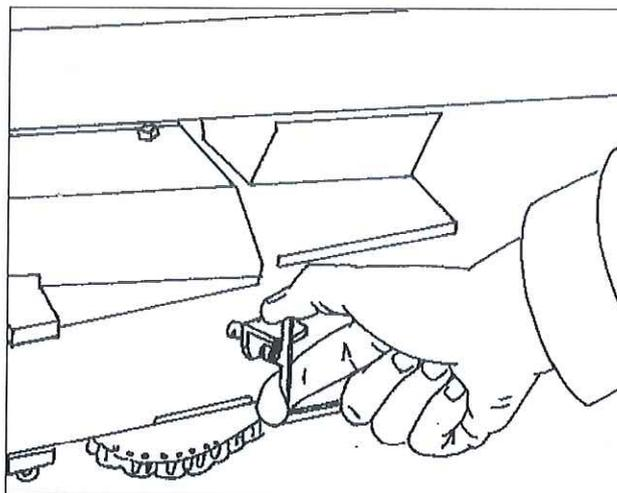

ABB. 3
1. Der Wählhebel wählt die Umwicklungsart, 2 Schichten oder 4 Schichten (Abb.3).
Die Anzahl der Schichten bestimmen, indem Sie den Einstellbolzen betätigen (Abb.3)